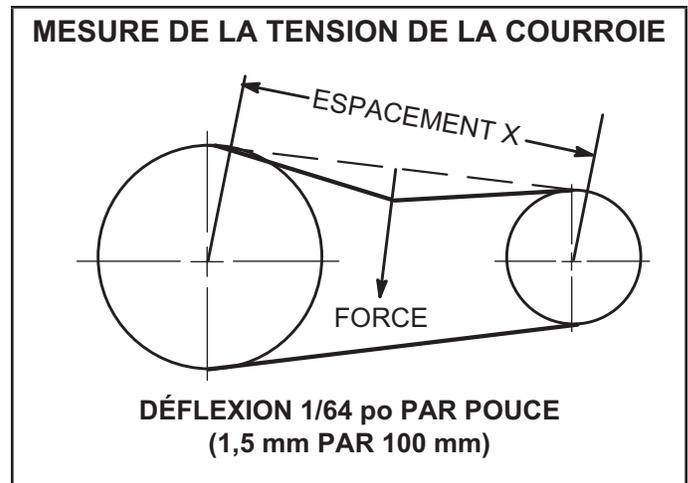

FIGURE 14
- 1 - Mesurez l'espacement X. Reportez-vous à la FIGURE 14.
- 2 - Appliquez une force perpendiculairement au centre de l'espacement (X) avec une pression suffisante pour faire fléchir la courroie de 1/64 po par pouce d'espacement (1,5 mm par 100 mm d'espacement).